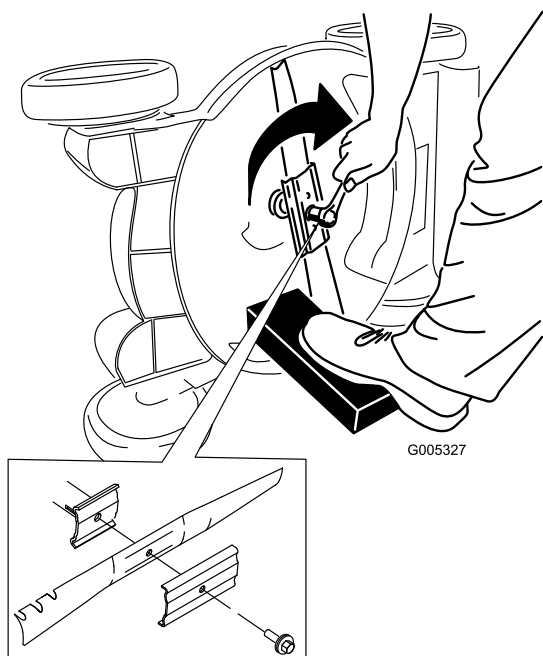

Рисунок 47
5. Установите новый нож, закрепив все крепежные детали (Рисунок 47).